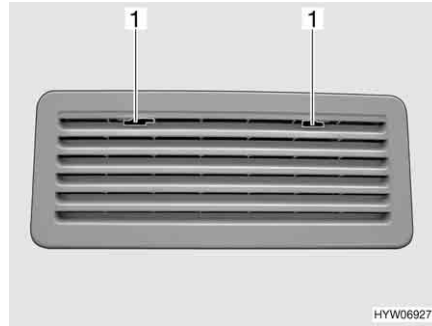

Fig. 106 Griglia di aerazione del frigorifero
- Spingere verso il centro l'arresto (Fig. 106,1).